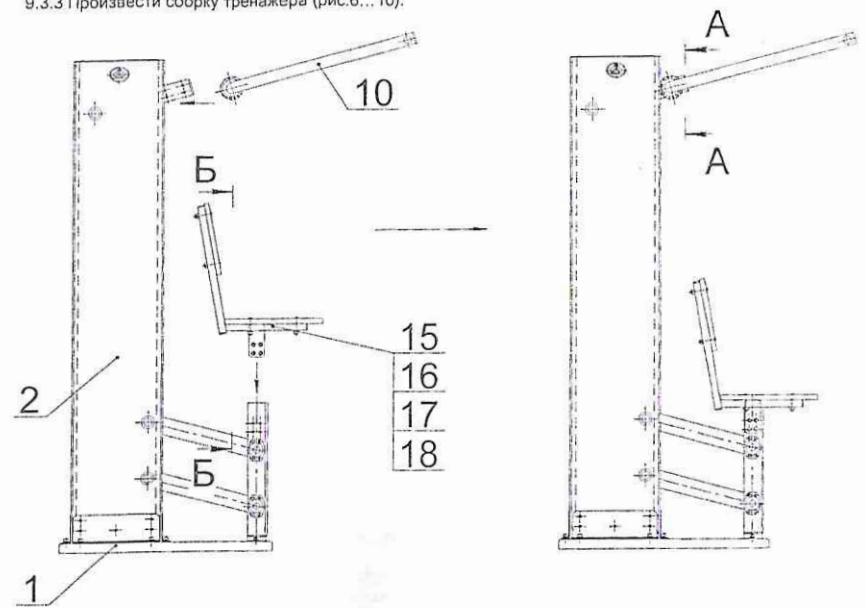

Рис.6
9.3.3.1 произвести сборку тренажера (рис.6...10):